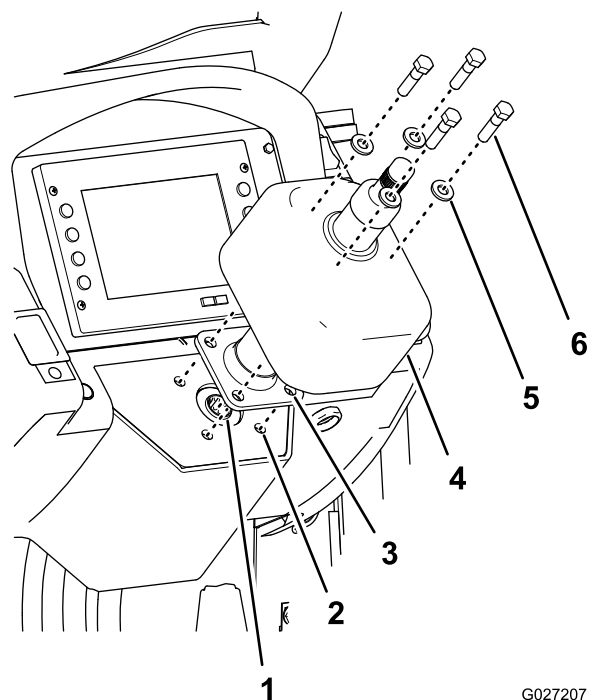

Figura 9
3. Alinee el eje acanalado corto (en el extremo bridado de la columna de dirección) con el alojamiento acanalado de la válvula de dirección girando el eje del volante, e inserte el eje acanalado corto (Figura 9).
4. Alinee los taladros de la brida de montaje de columna de dirección inclinable, los taladros del soporte de la columna de dirección y los taladros roscados de la válvula de dirección (Figura 9).
6. Ensamble la columna, la placa y la válvula con los 4 pernos (3/8-16 x 1 1/4") incluidos en este kit y las 4 arandelas (3/8") que se retiraron en el paso 3 de Retirada de la columna de dirección fija \(página 1\), según se muestra en Figura 9.